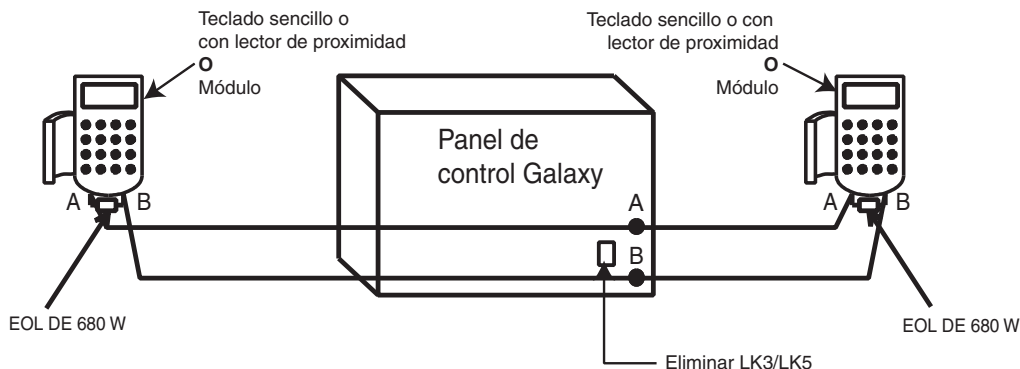

Figura 2-7. Configuración en cadena de tipo serie de la línea AB doble
5. La línea RS485 (**AB**) debe tener una resistencia de 680Ω entre los terminales **A** y **B** del último módulo de la línea. Si hay líneas dobles conectadas, ambos extremos deben finalizar con resistencias de 680Ω y el enlace correspondiente de la PCB del panel de control debe retirarse (consulte la figura 2-7).